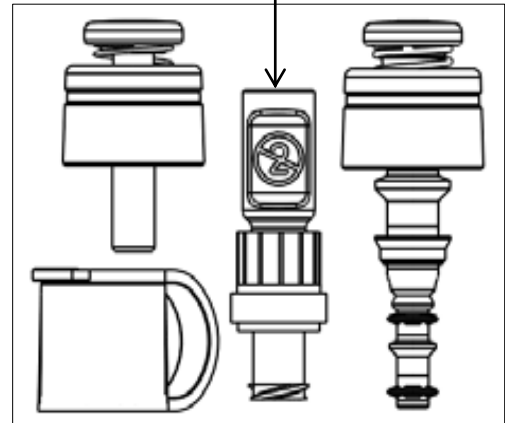

Figura 3
14. Se si utilizza il kit di 4 pezzi (vedere la figura 3), collegare il connettore dello scopio di irrigazione **Torrent®**.